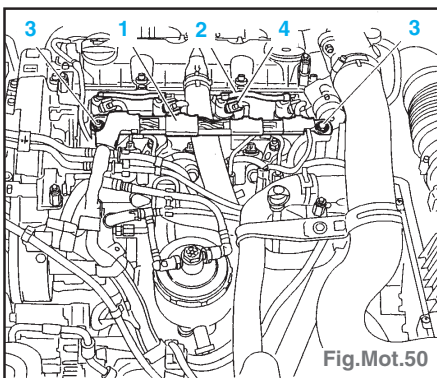

Fig.Mot.50
- Débrancher les connecteurs (4).
- Déposer les vis (3), écarter la barrette (1) et déposer les tubes de retour (2) (Fig.Mot.50).